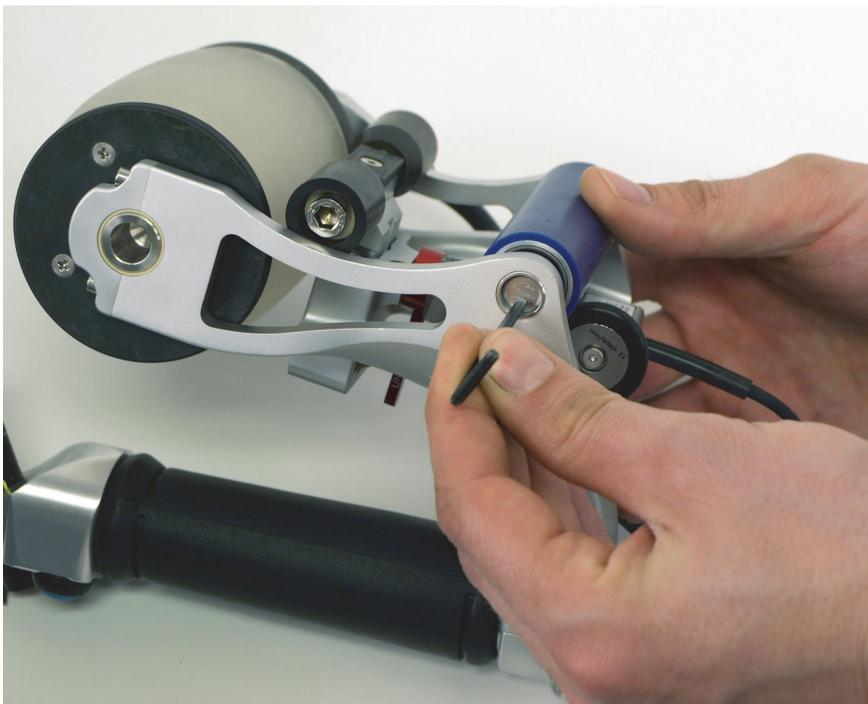

图 6-34 推动后部滚轮轴，使其从座架中松开
2. 轻轻地从无紧固螺钉的一端向后部滚轮轴施压，使滚轮轴从RollerFORM扫查器框架上的座架中退出来（参见第106页的图 6-34）。